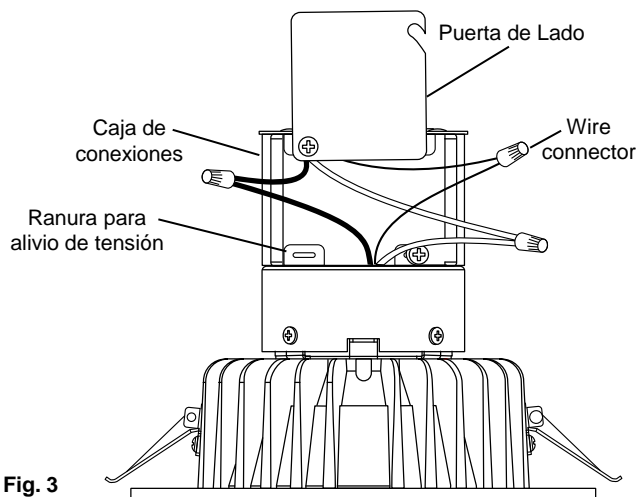

Fig. 3
4. Abra la puerta de lado de la caja de conexiones. Si está utilizando un cable BX, retire uno de los detalles redondos ubicados en la parte superior o laterales de la caja de conexiones. Si está utilizando un cable de NM, quite un detalle rectangular en la parte posterior de la caja de conexiones. Inserte 5 o 6 pulgadas del cable NM en la caja de conexiones a través de una de las ranuras para alivio de tensión. (Fig. 3)
5. Retire al menos 3" de la vaina externa del cable y la envoltura plástica o el papel de embalar. Pele aproximadamente 3/8" de aislamiento de los extremos de los cables de alimentación. Usando los conectores de cable, haga las siguientes conexiones de cables dentro de la caja de conexiones (Fig. 3):